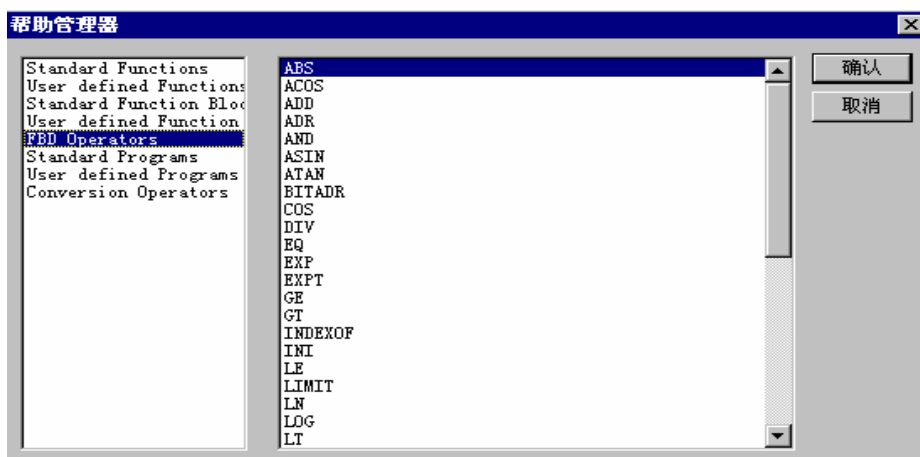

图 3-7 帮助管理器
- 提示输入[A]: 弹出待选的运算符、函数、功能块、变量等列表, 如图 3-7 所示。